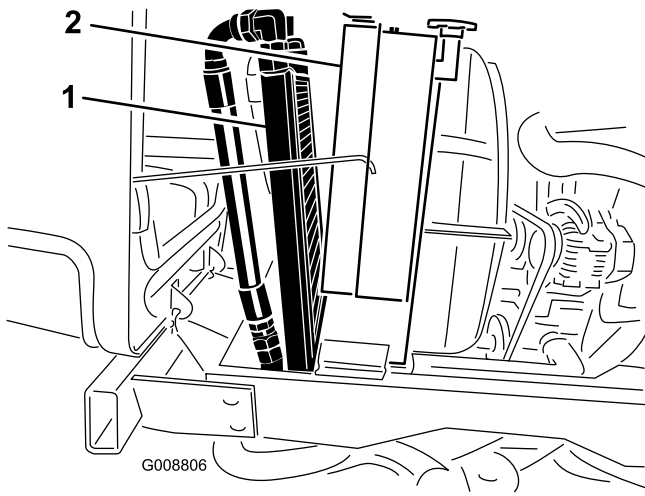

Figura 63
3. Incline o refrigerador de óleo para trás. Limpe ambos os lados do refrigerador do óleo e a zona do radiador (Figura 63) com ar comprimido. Comece a partir da parte frontal e sopre os detritos para fora na direcção da parte posterior. Depois, limpe a partir da parte posterior e sopre na direcção da parte frontal. Repita o procedimento várias vezes até remover toda a sujidade e detritos